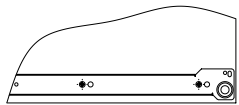

Рис.1
- При помощи шурупов 3,5x16 установить направляющие длиной 400 мм на боковины 5, 6 и перегородку 14, а направляющие длиной 450 мм на боковины 5, 6. **Внимание:** данные направляющие закрепляются во вторые (большие) отверстия (Рис. 1).